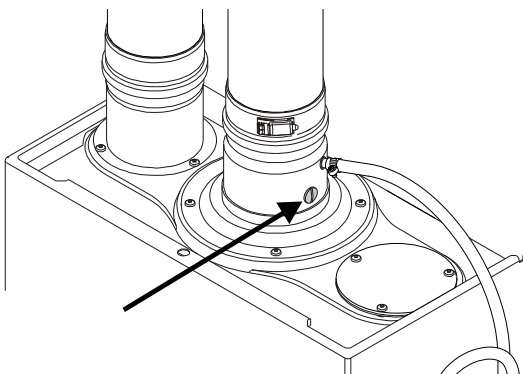

Fig. 42
- ▶ Coloque el interruptor On/Off en posición OFF (0).
- ▶ Retire el tornillo de cabeza plana de cobre del collarín de escape como se indica en la Fig. 42.